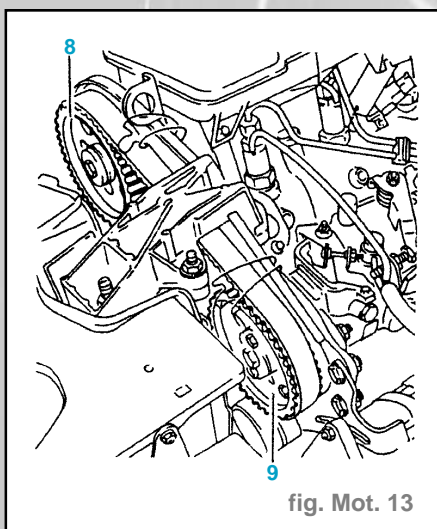

fig. Mot. 13
- Piger le pignon d'arbre à cames (8) (fig. Mot. 13 et 14).
- Piger avec le pignon de pompe d'injection (9) avec une vis (fig. Mot. 13 et 14) :